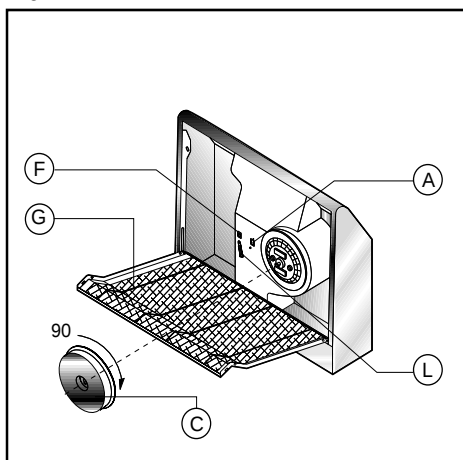

Fig.4
Om de afzuigkap om te bouwen (fig. 4) (dit is ook mogelijk nadat de afzuigkap reeds als afzuigstelsysteem gebruikt heeft) moet u een set actieve koolstoffilters bij uw leverancier bestellen (mits deze niet meegeleverd zijn). De actieve koolstoffilters dienen om de lucht te zuiveren die via de gaten in de voorkant van de afzuigkap weer terug in het vertrek wordt geblazen. De filters kunnen niet gereinigd of gezuiverd worden en moeten dan ook maximaal één keer in de 4 maanden vervangen worden. De mate van verzadiging van de koolstof hangt af van het feit of u de afzuigkap min of meer langdurig heeft gebruikt, van het type keuken en van de regelmaat waarmee de ventilators gereinigd worden. De filters (C) moeten op het afzuigblok gemonteerd worden die zich aan de binnenkant van de afzuigkap bevinden, de filters moeten in het midden daarvan gelegd worden en vervolgens 90° gedraaid worden totdat de filters vastklikken. Om dit te kunnen doen moet u het rooster (G) eraf halen. Sluit de luchtuitlaat aan de bovenkant en aan de achterkant met behulp van de speciale doppen af; draai het hendeltje (L) vanuit stand (A) op stand (F). Nu is de afzuigkap ingesteld op de filterstand.